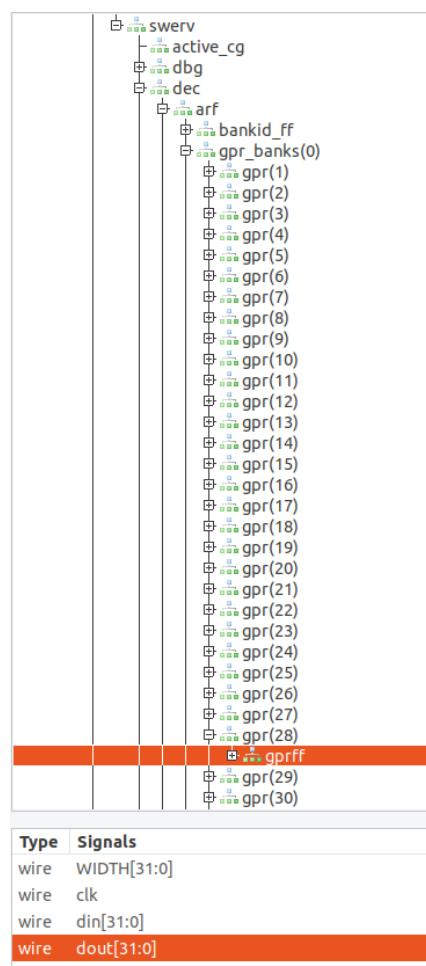

图87. 将信号**dout[31:0]**添加到图中
11. 现在添加用于保存寄存器 t_3 （即，寄存器编号28， x_{28} ）值的信号。将**swerv**下的层级展开为**dec → arf → gpr_banks(0) → gpr(28)**，然后单击模块**gprff**（将按下图所示突出显示），选择信号**dout[31:0]**（用于显示**AL_Operations.S**示例中使用的寄存器 x_{28} 的内容）并将其拖动到黑色“Waves”（波形）窗格中（图87）。